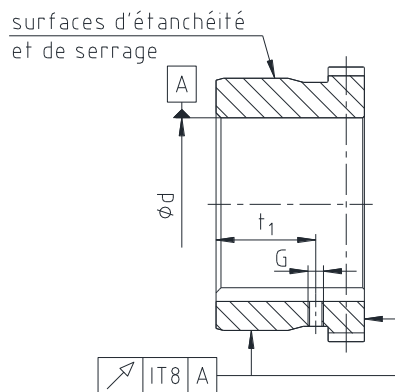

Fig 4: surfaces d'étanchéité et de serrage de l'élément 1
- Si le client réalise l'alésage du moyeu, il faut qu'il respecte précisément concentricité et perpendicularité (fig. 4 et 5).
- Prévoir une vis de fixation DIN EN ISO 4029 à bout cuvette, une rondelle de bout d'arbre ou un frettage pour le maintien axial des moyeux (fig. 4 à 5 et tableau 4).